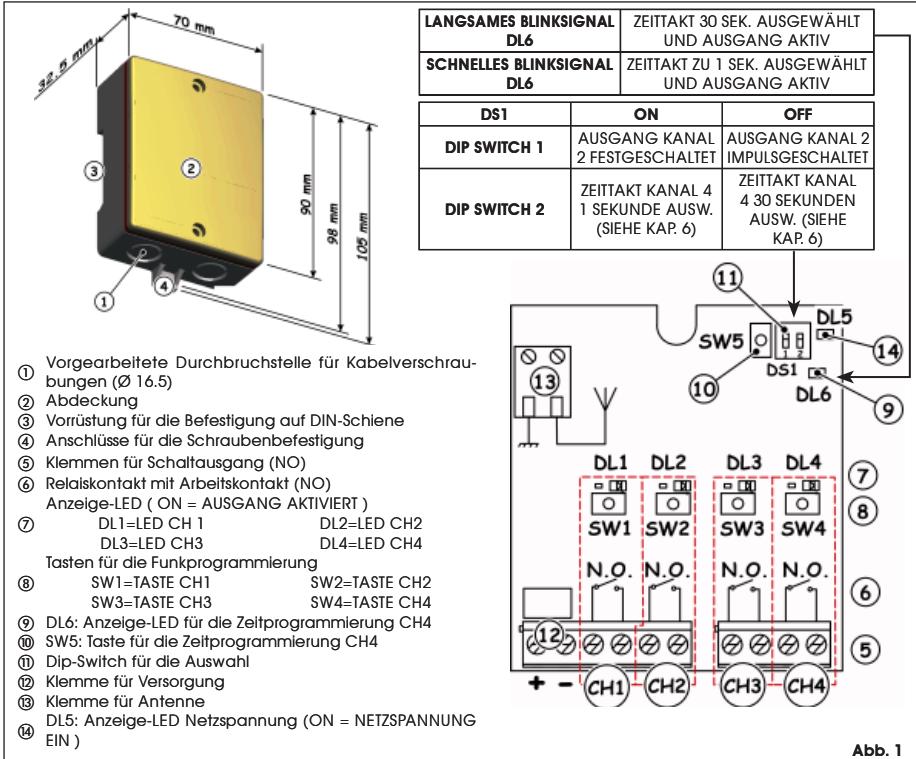

Abb. 1
4. Die Taste auf dem Empfänger (Abb. 1 Bez. ⑧) für den Kanal, der mit der Funksteuerung kombiniert werden soll, 1 Sekunde lang drücken.
5. Die entsprechende LED am Empfänger (Abb. 1 Bez. ⑦) beginnt 5 Sekunden lang langsam zu blinken.
7. Die LED auf der Karte (Abb. 1 Bez. ⑦) leuchtet mit Dauerlicht 1 Sekunde lang auf und erlischt dann als Zeichen für die erfolgte Einspeicherung.